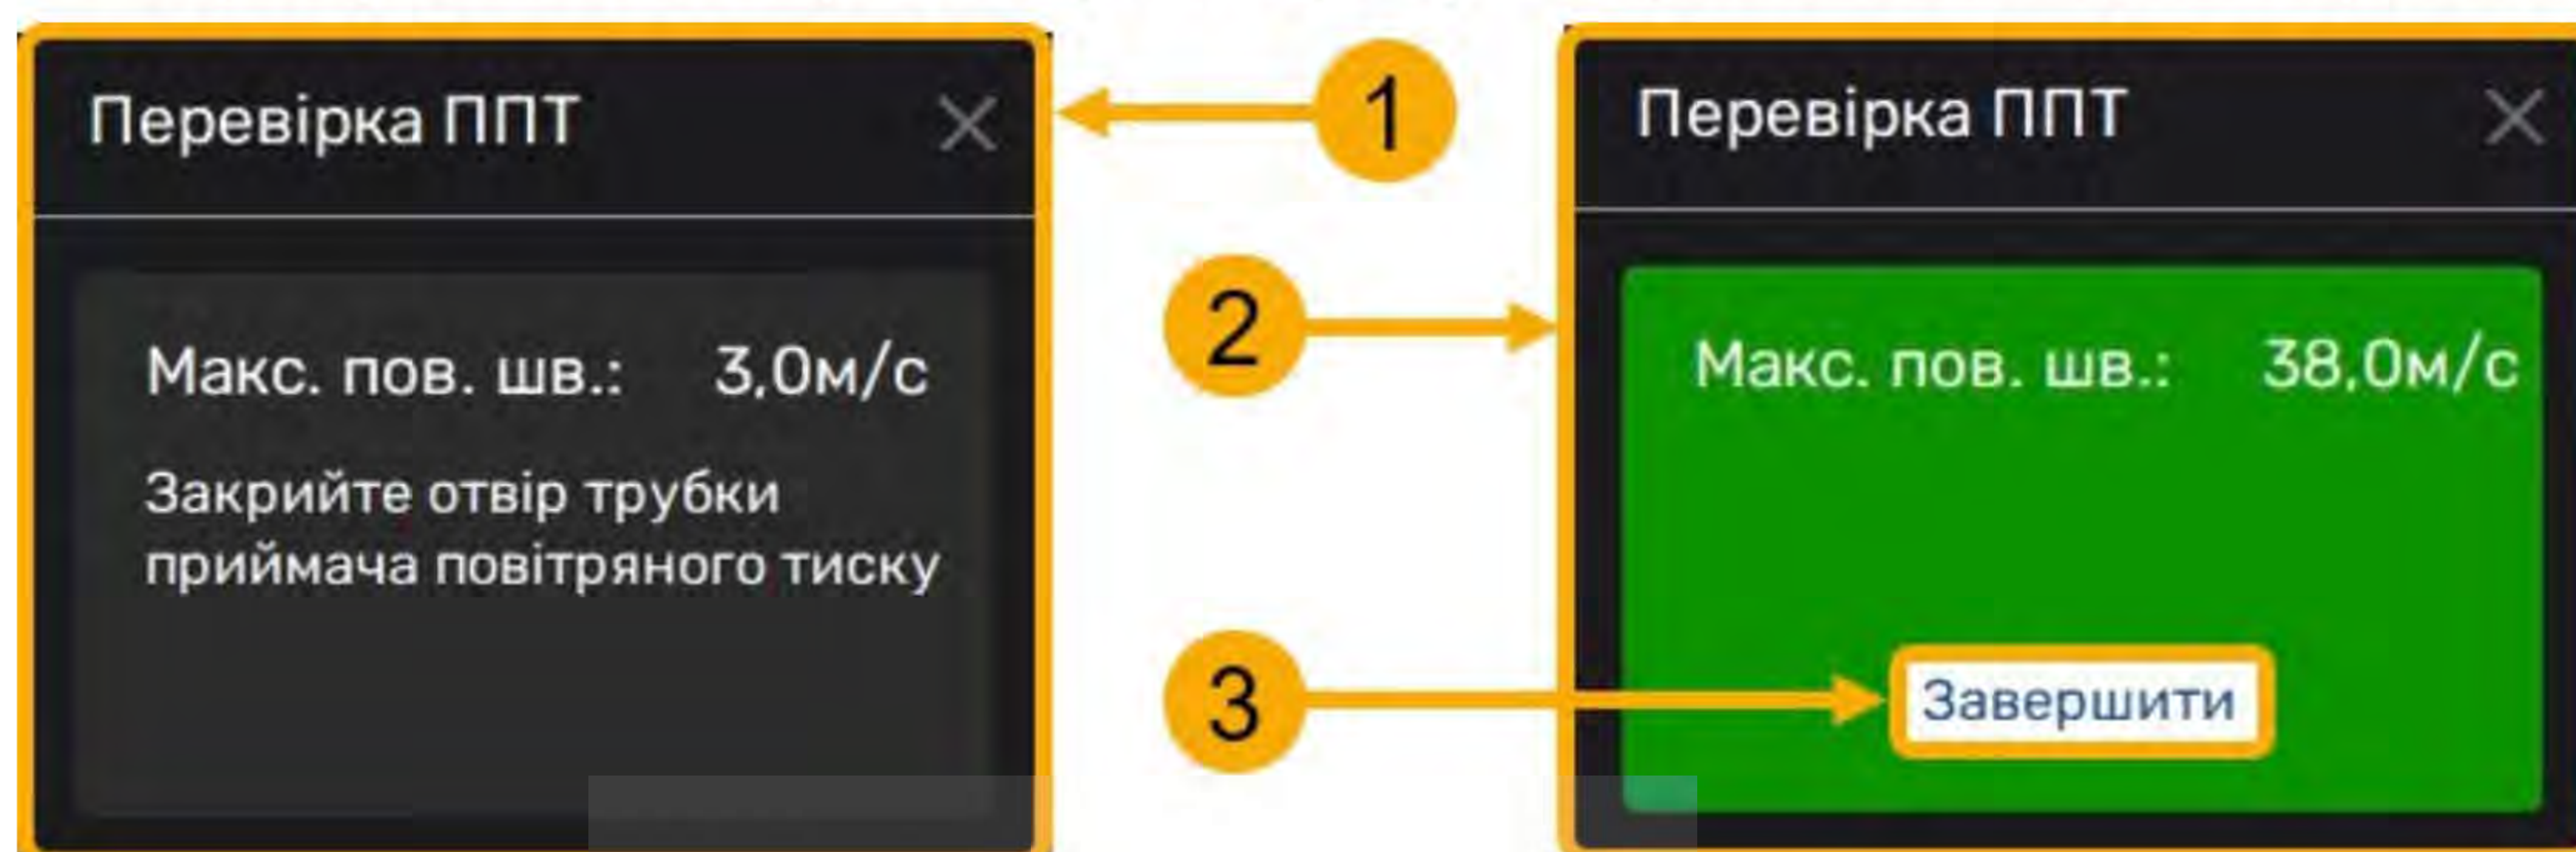

Рис. 15 Общий вид окна "Проверка ППТ" Общий вид окна "Проверка ППТ"
- нажав кнопку типа чекбокс пункта проверки, оператор БпЛА открывает окно "Проверка ППТ" (1, Рис. 15);